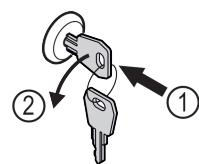

Fig. 176
- Вставьте ключ. *Fig. 176 (1)*
- Поверните ключ на 90° против часовой стрелки. *Fig. 176 (2)*